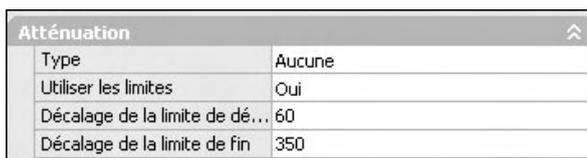

Fig.14.36
- 10 Comme pour la lumière ponctuelle, il convient de limiter l'effet de la source dirigée. A cet effet, cliquez deux fois sur la source pour ouvrir la palette Propriétés (Properties). Dans la section **Atténuation** (Attenuation), sélectionnez **Oui** (Yes) dans le champ **Utiliser les limites** (Use Limits), puis entrez 60 et 350 dans les champs **Décalage de la limite de départ** (Start Limit) et **Décalage de la limite de fin** (End Limit) (fig.14.36).